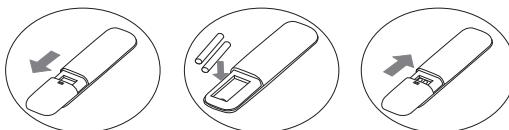

Рисунок 2 - порядок замены батареек в пульте управления
- Для извлечения батареек при замене, необходимо сдвинуть крышку пульта управления в направлении стрелки (см. рис. 2), извлечь батареики и вставить новые, после чего установить крышку на место.